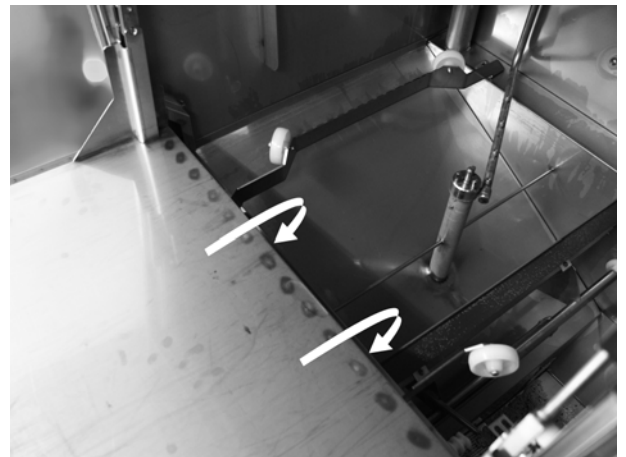

Abbildung 32: Unterhalb reinigen
14. Die Tür vollständig öffnen und den unteren Bereich abspülen; den oberen Bereich mit einem Tuch abwischen. Abbildung 32 Unterhalb reinigen.